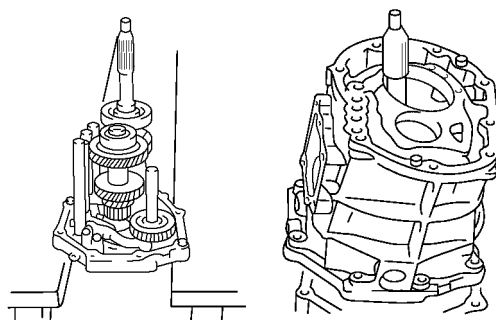

图 10-42 安装中间板，再将变速器外壳安装中间板上
(19) 从台虎钳上卸下中间板。
(20) 安装变速器外壳。将变速器外壳涂上密封剂，按图 10-42 所示安装中间板，再将变速器外壳安装中间板上。